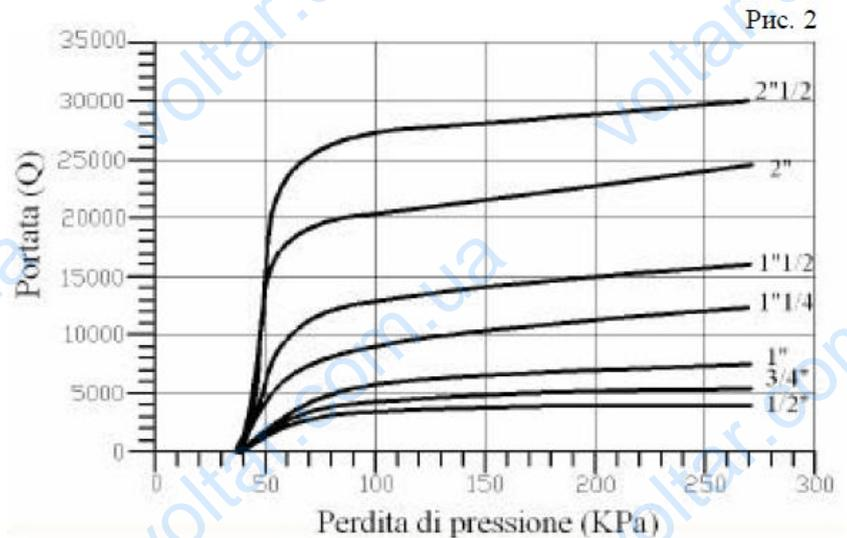

Рис. 2
При открытии крана, вентиль (1) перемещается, вниз открывая проход воде. Это происходит из-за силы давления пружины на диафрагму (2) которая в данных условиях становится преобладающей в сравнении с силой воды. При увеличении расхода воды, увеличивается проток воды внутри редуктора из-за уменьшения давления, которому обычно подвергнут вентиль (1). При открытии нескольких кранов происходит падение давления ( $\Delta p$ ) на выходе, и последующее увеличение расхода ( $Q$ ) как показано на рис. 2.